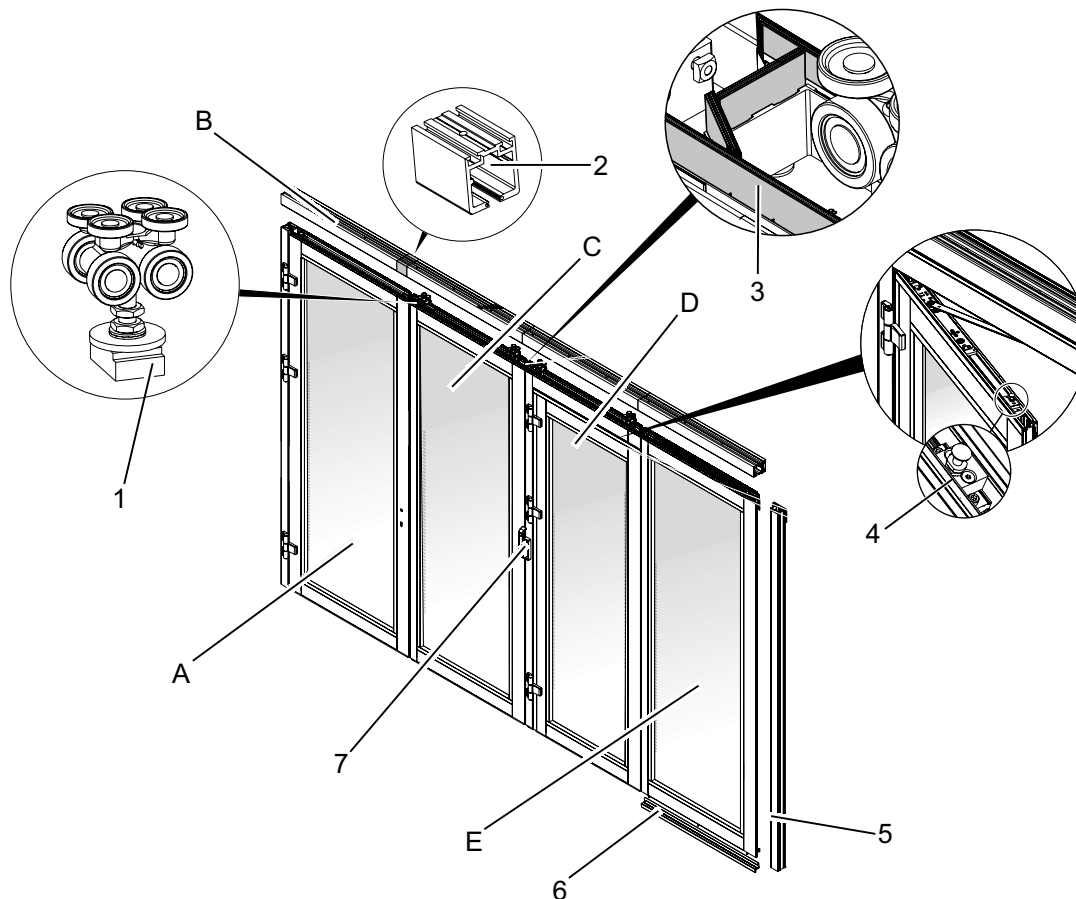

Abb. 1: Beispielhafter Aufbau
- F Kundenspezifischer Bahnhof (nicht in Abb. 1 enthalten)